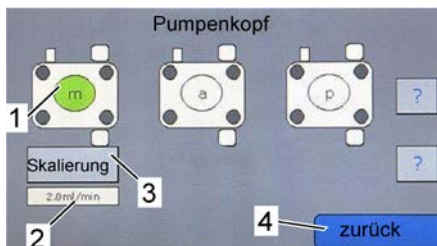
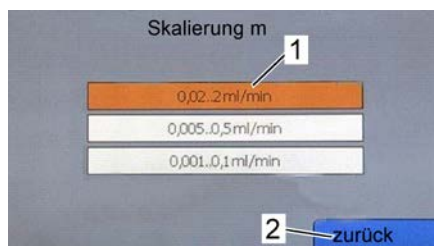

Abb. 92: Menü Pumpenkopf
Abb. 93: Menü Skalierung
⇒ Es erscheint das Menü **Pumpenkopf** (Abb. 92).
2. Mit den Schaltflächen „m“, „a“ und „p“ den eingebauten Pumpenkopf und gewünschten Dosierbereich wählen (Abb. 92/1).
3. Die Schaltfläche "Skalierung" (Abb. 92/3) betätigen und den gewünschten Bereich des Pumpenkopfes wählen (Abb. 93/1).
4. Die Schaltfläche "zurück" (Abb. 93/2) betätigen.
⇒ Es erscheint das Menü **Pumpenkopf**. Der Bereich für den Pumpenkopf wird angezeigt (Abb. 92/2).
5. Die Schaltfläche "zurück" (Abb. 92/4) betätigen.